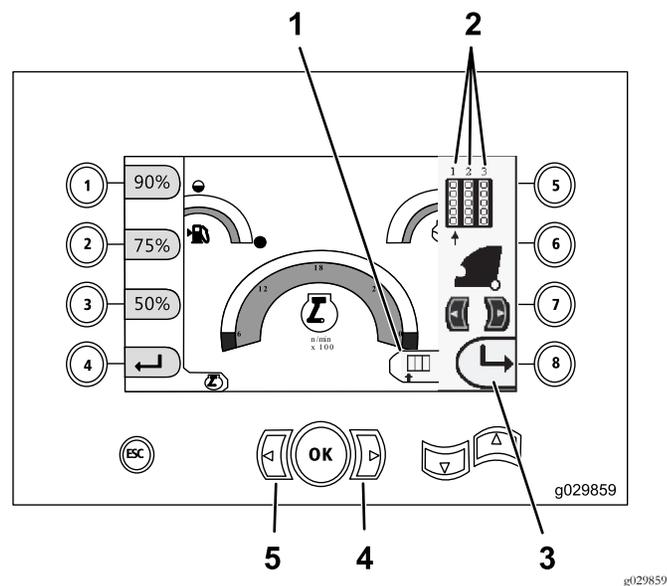

Bild 25
1. Drücken Sie die Taste „Pfeil-nach-links“, um die Nummer der Reihe auszuwählen, auf die Sie zugreifen möchten (Bild 25).
2. Platzieren Sie den Pfeil unter die Reihennummer, auf die Sie zugreifen möchten, und drücken Sie dann die Taste (Bild 25), um das Seitenfenster auszublenden.